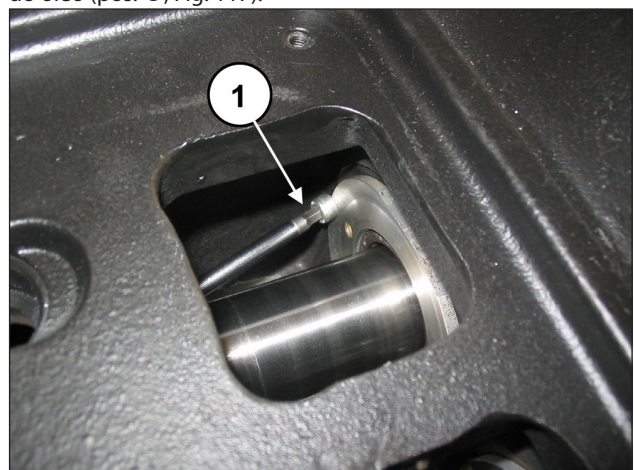

Fig. 117
Solte os dois parafusos de bloqueio da cobertura da vedação do óleo (pos. ①, Fig. 117).